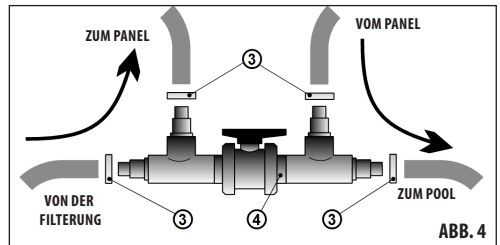

ABB. 4
- 2) Verbinden Sie manuellen Bypass (4), falls vorhanden, mit den Schlauchdornen des Panels. Die Verbindung herstellen Sie mittels Schläuche und Schlauchschellen (3) - siehe ABB. 4.
- 5) Den Ausgangsschlauch der Filterung verbinden Sie mit dem Schlauchdorn auf einer Seite des manuellen Bypasses (4).
- 6) Mit einem neuen Schlauch verbinden Sie den restlichen Schlauchdorn des manuellen Bypasses (4) mit der Rückdüse des Pools.
- 7) Kontrollieren Sie den Schlauchanschluss und ziehen Sie die Schlauchschellen (3) nach.